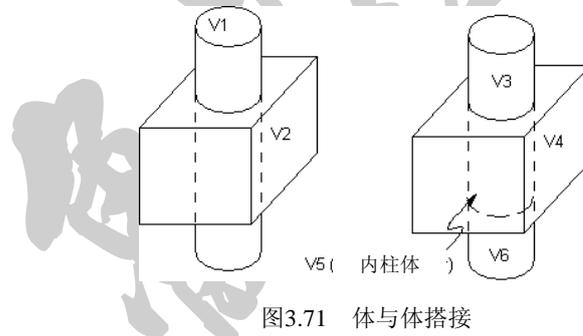

图3.71 体与体搭接
工作平面也可以用来做减运算，用户可以用工作平面将一个图元割成两个或几个图元。如图 3.71 左所示，工作平面穿过其中部，要进行减运算，可按如下操作进行：
3. 体与体搭接 (如图3.71)